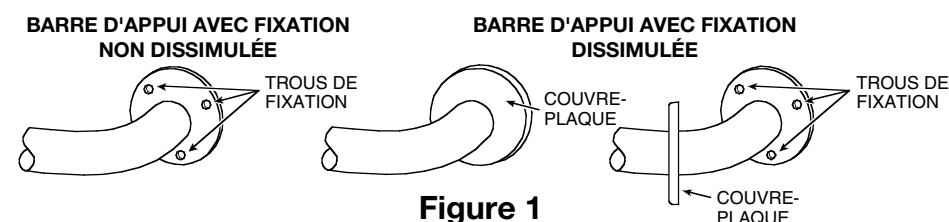

Figure 1
1. Sortez la barre d'appui et les pièces du paquet. Si vous utilisez une barre d'appui avec des fixations dissimulées, retirez les couvre-plaques des trous de montage (voir Figure 1).
7. Si vous utilisez une barre d'appui avec des fixations dissimulées, retirez les couvre-plaques des trous de montage (voir Figure 1 à la page 3).